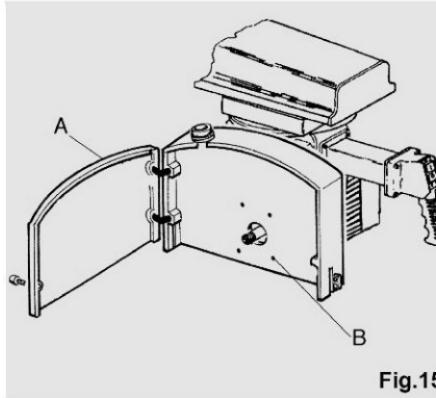
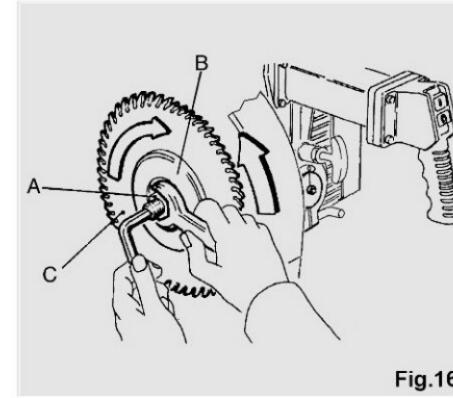

Fig.15
Fig.16
Abrir el cárter cubrecuchilla (ver punto A Fig. 15) desenroscar la tuerca con roscado a la izquierda (A) de Fig. 16 manteniendo parado el árbol motor introduciendo una llave Allen y sirviéndose de una llave hexagonal abierta girándola en sentido horario.
Poner mucha atención a la orientación de los dientes de la hoja cerciorándose de que sea la misma que aparece en la fig. 16. La hoja debe tener un agujero central de Ø 30 mm (Ø 1") y un diámetro máximo de Ø 400 mm (Ø 14"), Ø 450 mm (Ø 16") según el cárter y el motor (eje en pulgadas) montado en la máquina.